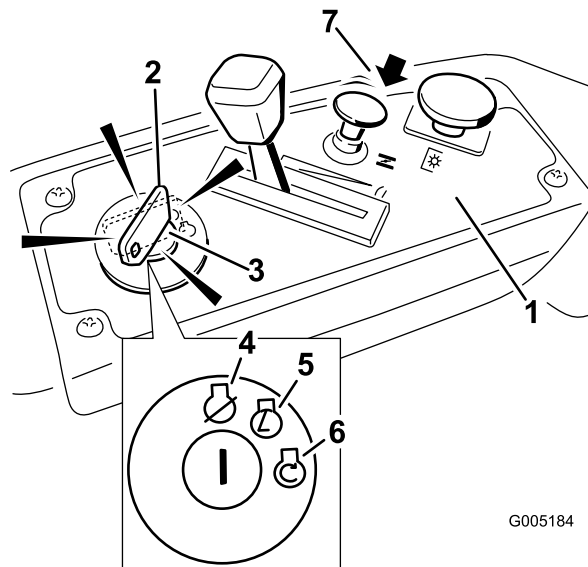

Figura 13
- Gire la llave de contacto a Arranque para activar el motor de arranque. Cuando el motor arranque, suelte la llave (Figura 13).
- Después de que el motor arranque, presione hacia abajo el control del estérter (Figura 13). Si el motor se cala o funciona irregularmente, tire hacia arriba del control del estérter y deje el motor en marcha durante unos segundos. Pues presione hacia abajo el control del estérter. Repita este procedimiento tantas veces como sea necesario.